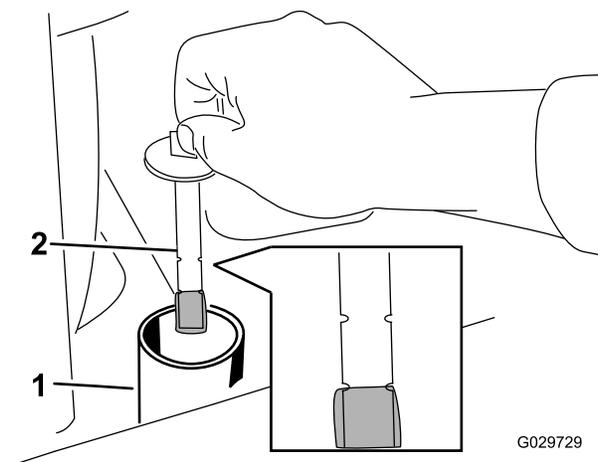

Figura 71
8. Remova a tampa do tubo de enchimento e verifique o nível de fluido na vareta (Figura 71).